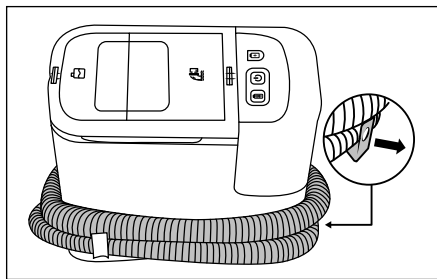

Fig. 10
- ① **ATTENZIONE!** Non conservare mai l'apparecchio con la batteria scarica. La conservazione prolungata dell'apparecchio con la batteria 14 scarica può causare danni irreparabili alla batteria. Se si intende conservare l'apparecchio per un periodo prolungato, occorre controllare periodicamente la carica della batteria 14. La carica ottimale è compresa tra il 50% e l'80%.
- ① **Nota:** (1) Se non si utilizza l'apparecchio per lungo tempo, svuotare il contenitore dell'acqua pulita 2. (2) Conservare l'apparecchio solo dopo averlo pulito. Osservare al riguardo la descrizione contenuta al capitolo 7.1. **Pulizia del contenitore dell'acqua sporca.**
- ◆ Estrarre il reggitubo 15 dall'apparecchio. Avvolgere il flessibile di spruzzo/aspirazione 19 intorno all'apparecchio utilizzando il reggitubo 15/16 (vedere fig. 10).